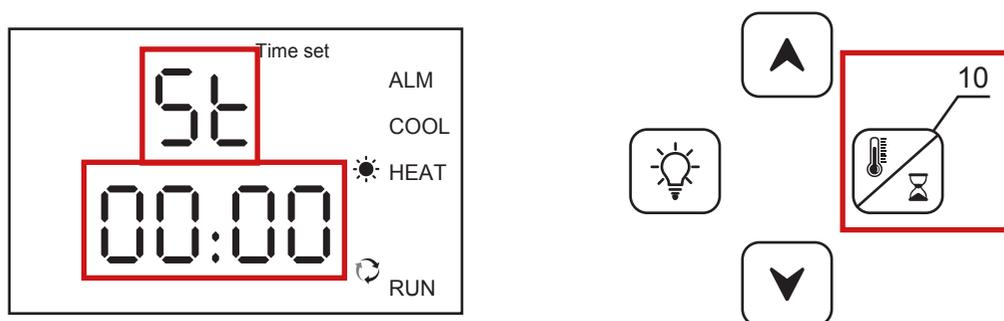

Figura 8. Desactivas temporizador
El temporizador está definido en HH:MM, así como se muestra en la figura 8, mostrando el ejemplo de un temporizador de 4 horas y 30 minutos. Presionar el botón (10) dos veces (la zona horaria parpadea). Modificar con las flechas el valor St, primero las horas del temporizador; después presionar el botón (10) para modificar con las flechas los minutos del temporizador. Para finalizar, presionar el botón (10) una última vez.